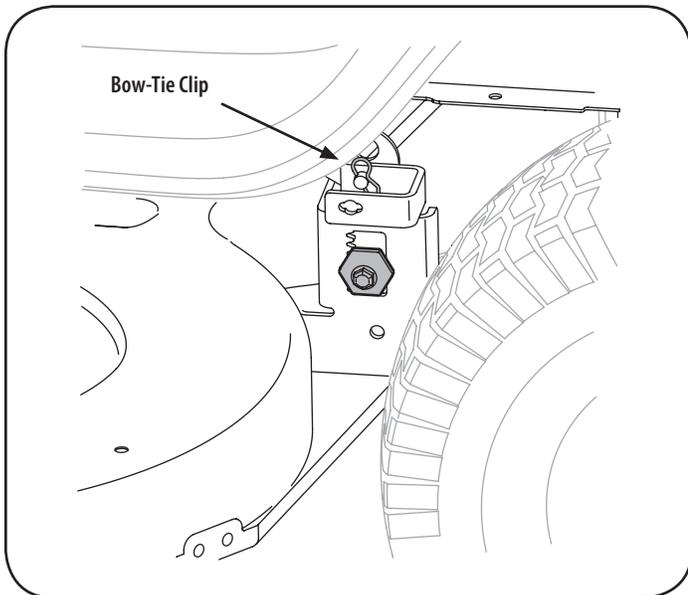

Figure 25
5. Localice la tuerca con brida en la parte delantera del soporte estabilizador. Vea la Figure 25.